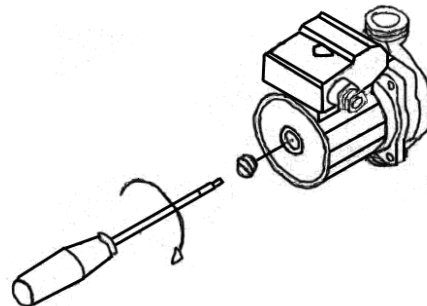

Рис. 12. Проверка циркуляционного насоса
- 9) не заблокирован ли насос. Для этого при помощи отвёртки открутите заглушку насоса и проверните его вал несколько раз туда и обратно (см. Рис. 12), при этом котёл необходимо отключить от электросети (вынуть вилку из розетки). Затем плотно закрутите заглушку. При выполнении данной операции возможны протечки теплоносителя из насоса, после установки заглушки необходимо удалить остатки теплоносителя с компонентов котла (протереть);